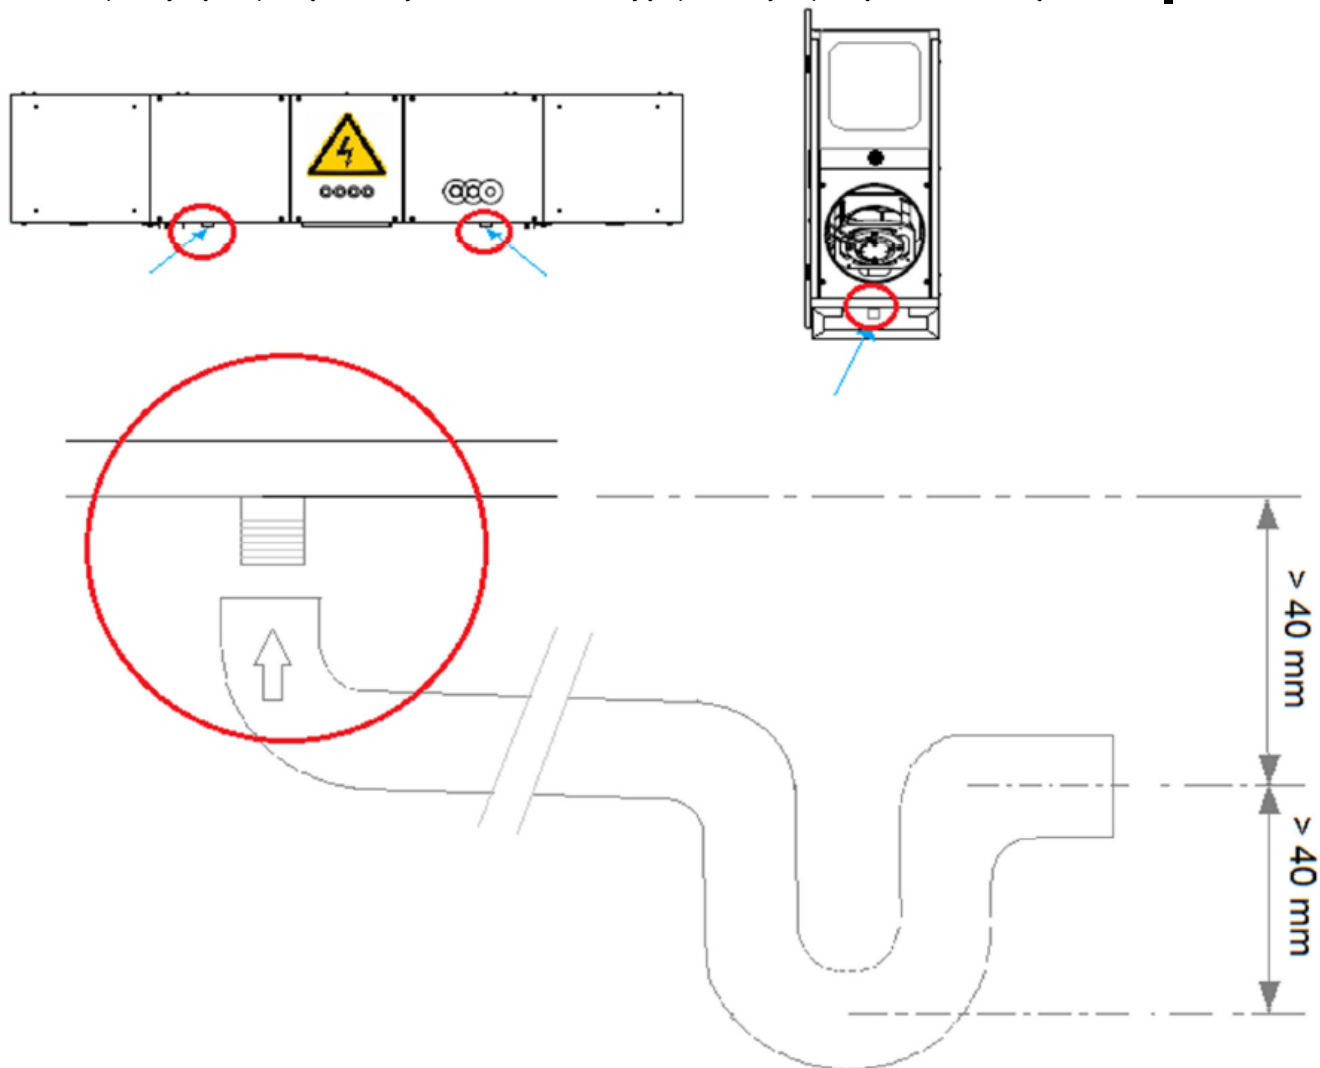

Fig. 12
- Odpływ skroplin musi zostać zasyfonowany zgodnie z fig. 12